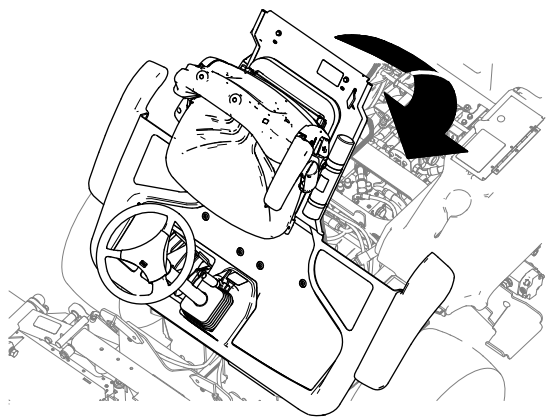

Figura 42
1. Abbassate la pedana con cautela (Figura 42).